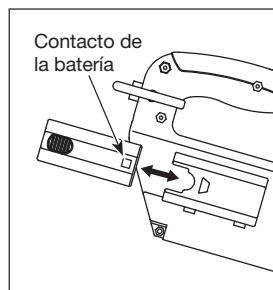

Figura 9
1. Instale la batería, primero los contactos, en la herramienta (Figura 9).